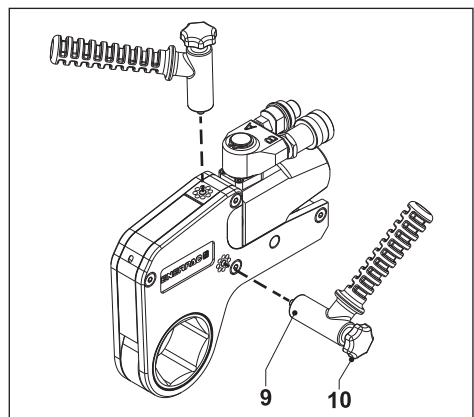

Fig. 3
3.2 Montagem do manípulo de posicionamento (fig. 3)
- Fixe o manípulo de posicionamento (9) com um parafuso serrilhado (10). O manípulo de posicionamento pode ser instalado de ambos os lados e em cima do torquímetro (conforme necessário).